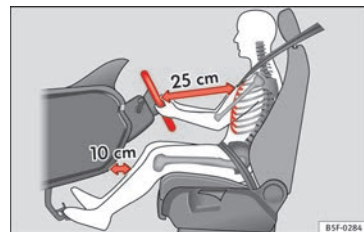
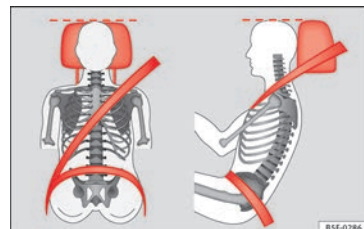

Fig. 1 Distância correta entre o condutor e o volante.
Fig. 2 Faixa do cinto de segurança e encosto de cabeça corretamente regulados.
- Ajuste o banco de modo a que o volante fique no mínimo a 25 cm do tórax » **Fig. 1** e para que possa segurar nele lateralmente pela parte exterior com as duas mãos e com os braços ligeiramente fletidos.
- Ajuste o banco do condutor longitudinalmente para que possa pisar a fundo os pedais com as pernas ligeiramente fletidas e a que os joelhos fiquem no mínimo a 10 cm do painel de instrumentos » **Fig. 1**.
- Ajuste o encosto de cabeça de modo a que o rebordo superior do encosto fique, na medida do possível, à altura da parte superior da cabeça, e nunca abaixo dos olhos. Mantenha a nuca o mais próximo possível do encosto de cabeça » **Fig. 1** e » **Fig. 2**.
Ajuste a distância correta entre o condutor e o volante » **Fig. 1** com a ajuda dos comandos que se encontram no banco do condutor » **Página 65.**